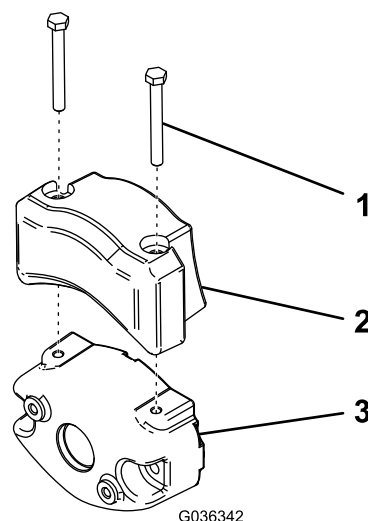

Figura 9
4. Prenda o contrapeso elétrico no contrapeso existente com dois parafusos como se mostra na Figura 9.